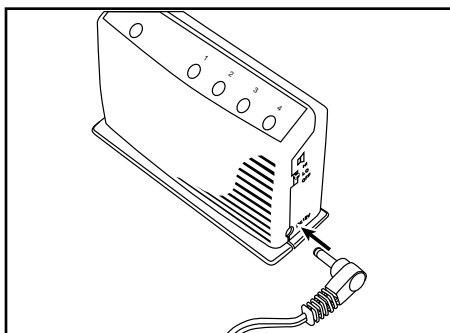

Figure 3 : Brancher l'adaptateur au récepteur
10. Maintenant, brancher l'adaptateur de c.a. au récepteur (Fig. 3) et brancher le transmetteur dans la prise de 120 V.c.a. et étirer le fil d'antenne.